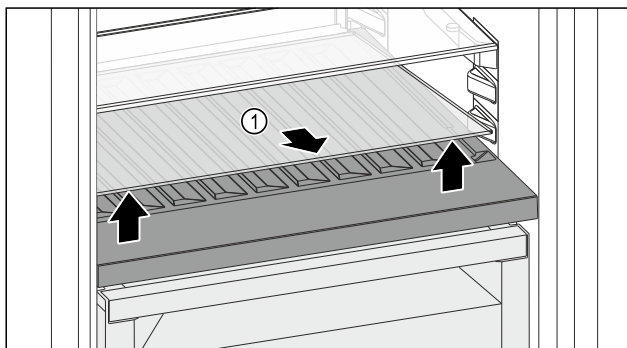

Fig. 86
- ▶ Podnieść płytę szklaną Fig. 86 (1) z przodu przy zagłębieniu i wyciągnąć.
- ▶ Przechować płytę szklaną Fig. 86 (1) w bezpiecznym miejscu poza urządzeniem.